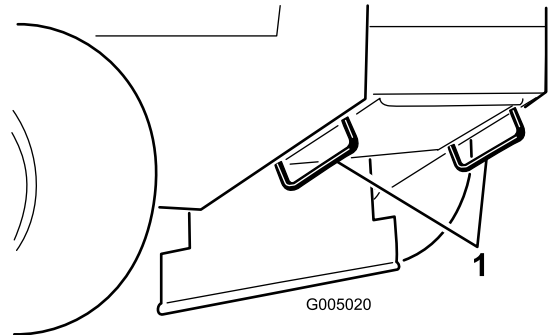

Figura 13
5. Utilice los bucles metálicos de amarre de la máquina para sujetar la máquina firmemente al remolque o al camión con correas, cadenas, cables o cuerdas (Figura 13).